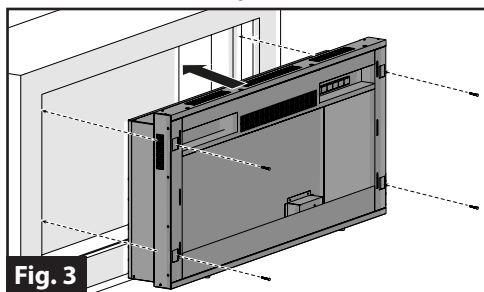

Fig. 3
5. Instale la chimenea en el área recortada y asegúrela con 4 tornillos de montaje suministrados. (Fig. 3)